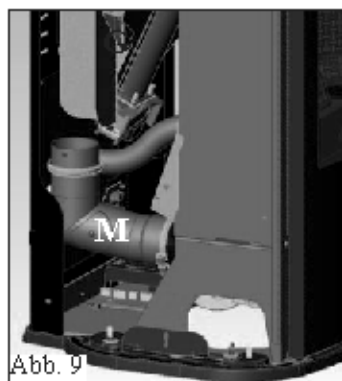

Abb. 9
- Vor der Montage des Oberteil aus Glas, sicherstellen dass die 5 Gummihalierungen und die 10 Unterlegscheiben eingebaut worden sind (L/M - Abb. 9/10).
- Das Inspektions-Rohrknie anordnen (M - Abb. 9) und mit der zuvor gelockerten Schelle befestigen.